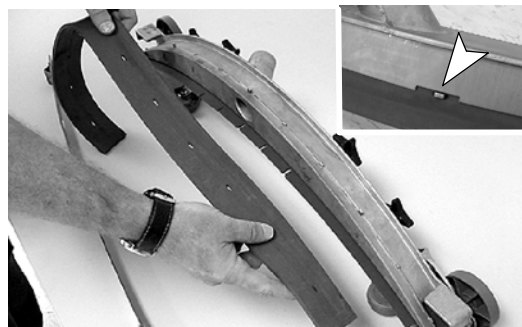

FIG. 60
3. Faites pivoter la lame arrière pour obtenir un nouveau bord nettoyant et réinstallez la bande. Assurez-vous que le bord cranté de la bande se trouve vers le bas (Figure 60)..